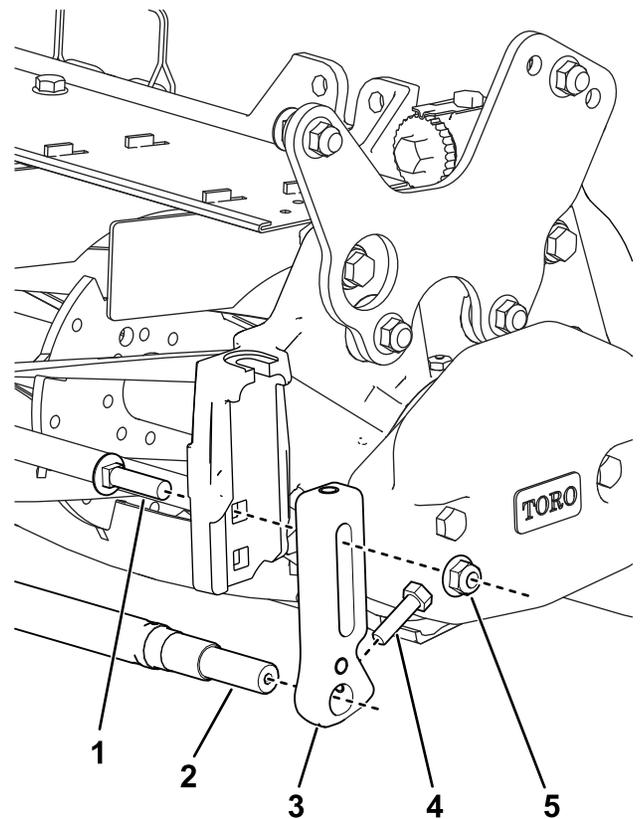

Figura 29
2. Con los pernos de cuello cuadrado y las contratuercas, instale los soportes de ADC delanteros en el taladro superior de la placa lateral (Figura 29).